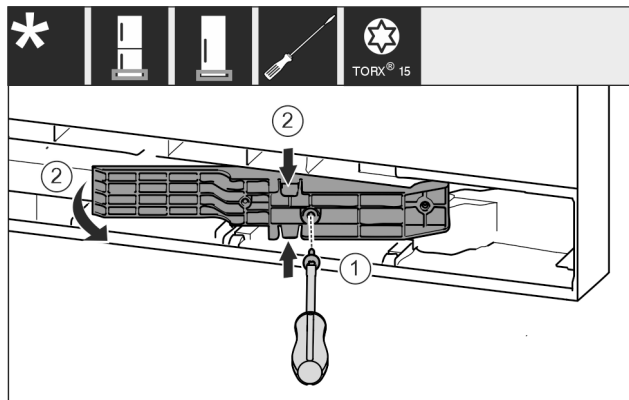

Fig. 18 *
- 用 T15 螺丝刀将螺钉松开。Fig. 18 (1)*
- 拉出适配件。Fig. 18 (2)*